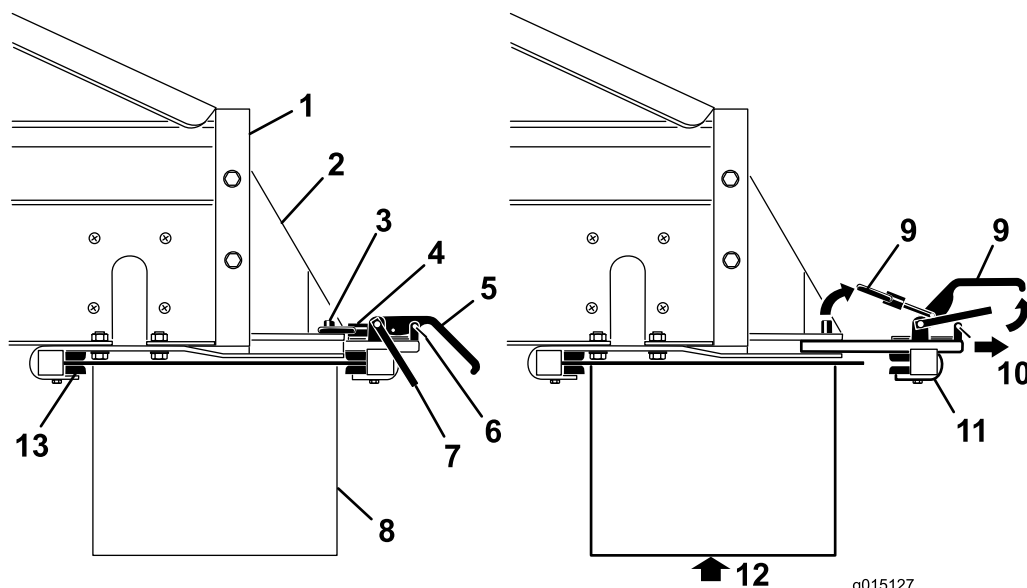

Figura 49
3. Retire los seguros de los cierres de seguridad de las palancas de apriete (Figura 49).
4. Levante el cierre de seguridad, luego levante las palancas de apriete del accesorio y libere los anillos de bloqueo de los pasadores de bloqueo (Figura 49).
5. Deslice la abrazadera trasera de acoplamiento del accesorio hacia fuera para liberarla de las ranuras de acoplamiento rápido (Figura 49).
6. Con la ayuda de otra persona, introduzca el borde delantero de la cinta transportadora transversal/kit de giro entre las mordazas delanteras de los soportes, subiéndolo desde debajo de la parte trasera del (Figura 49).
7. Apoyando la cinta transportador transversal/kit de giro, vuelva a colocar la mordaza trasera de acoplamiento del accesorio en las ranuras de los soportes, y sobre el borde trasero (Figura 49).
9. Instale los seguros de los cierres de seguridad en las palancas (Figura 49).